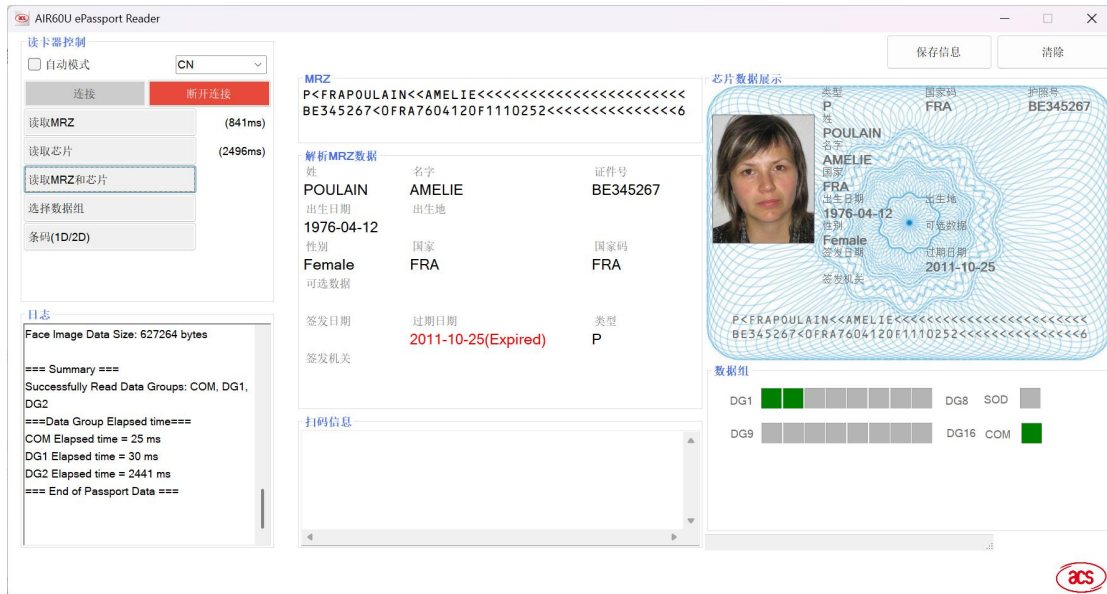

图 11: AIR60U 软件操作界面
5. 在工具软件界面操作二选一：先单独点击【读取 MRZ】读取机读码，然后点击【读取芯片】读取芯片；或直接点击【读取 MRZ 和芯片】一键完整采集护照全部信息（配图 11）。